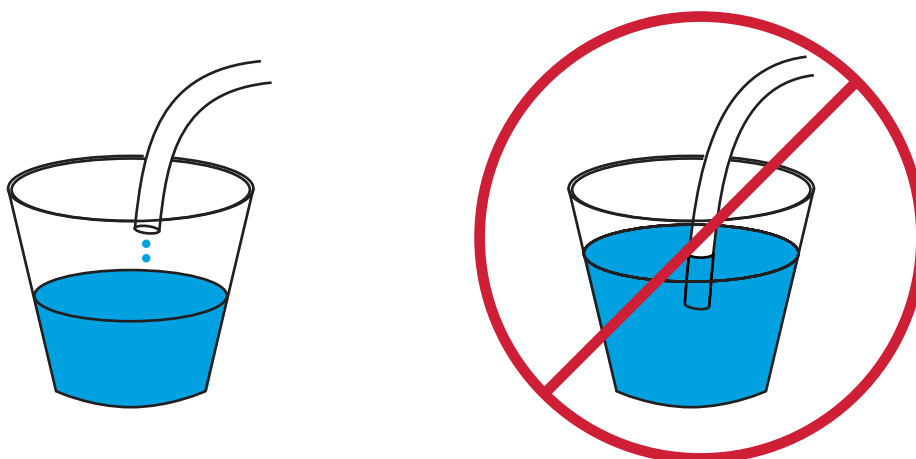

图 30. 滴水管悬挂正确（左侧），但浸没程度不正确（右侧）
- 管线的开口端没有浸没在排水容器中（第 58 页上的图 30，“滴水管悬挂正确（左侧），但浸没程度不正确（右侧）”）。